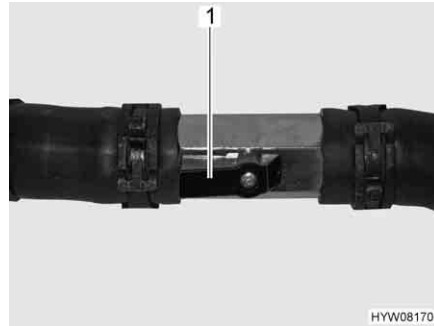

Bild 198 Absperrhahn geöffnet
- Den Hebel (Bild 198,1) parallel zur Rohrleitung stellen (Bild 198). Je weiter der Absperrhahn geöffnet wird, desto höher ist die Heizleistung.